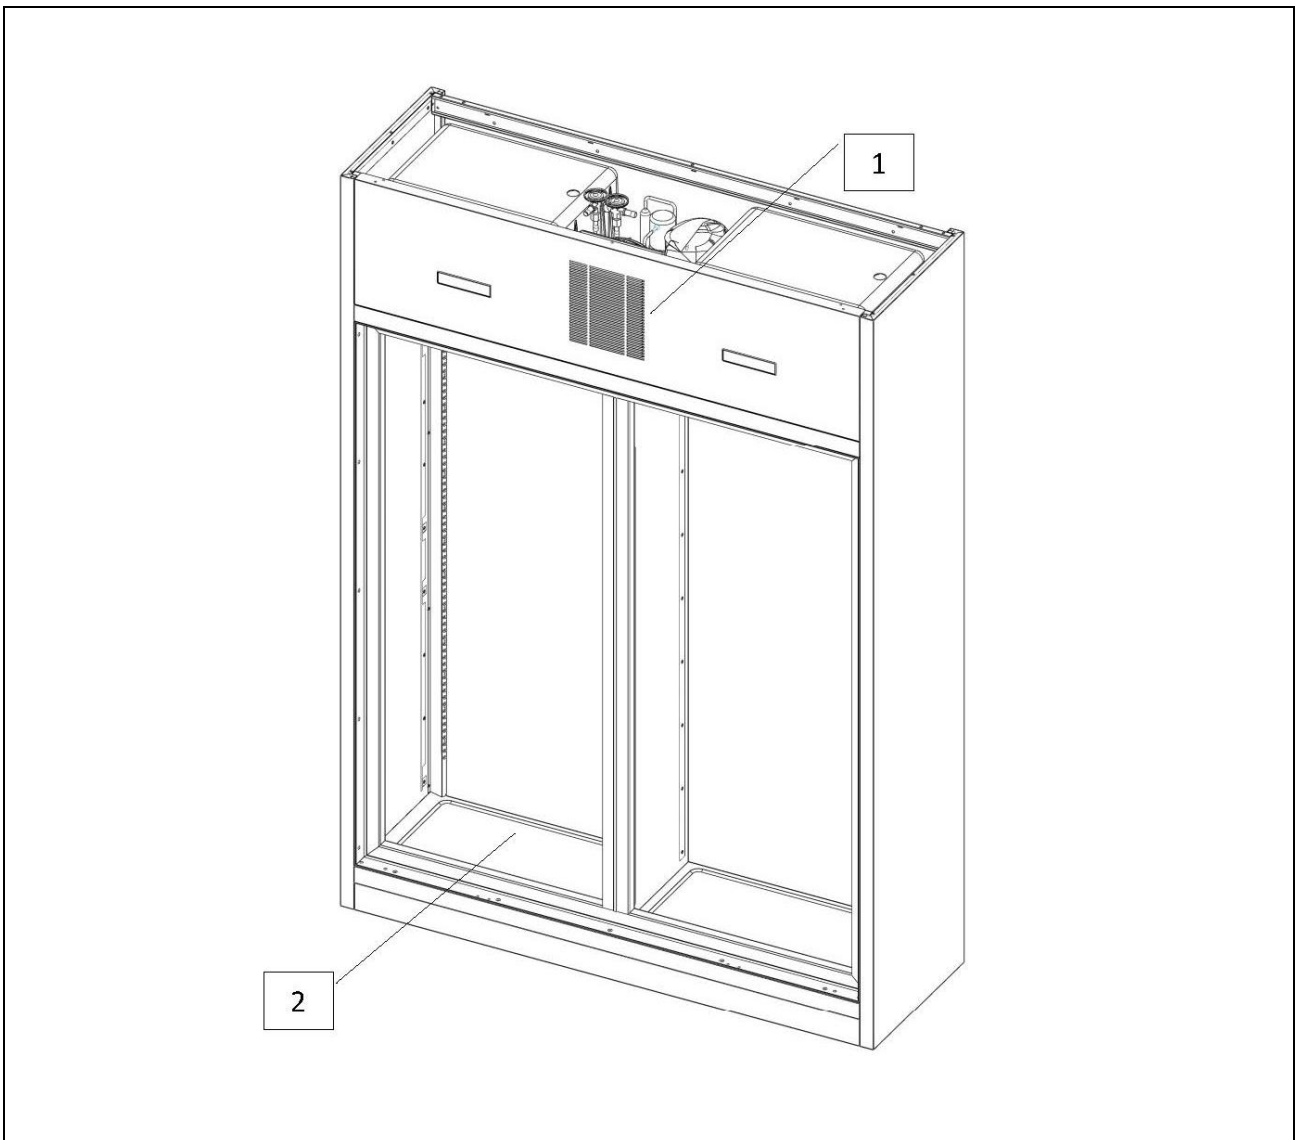

Abb. 5
- bei verstopften Luftleitungen (Ref. 1, Abb. 5);
- mit Flaschen in der Nähe der Lüftungsöffnungen innen liegende (Ref. 1, Abb.5) oder auf dem Boden der Zelle (rif.2, Abb.5) liegenden Produkten.